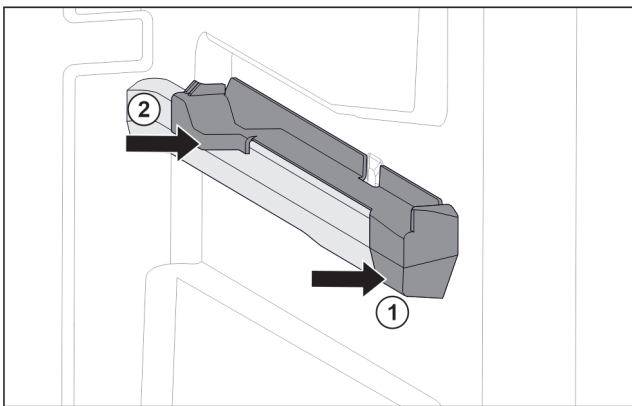

Fig. 119 Наставка върху дясното ребро на съда
- ▶ Поставете наставката отпред към реброто на съда. Fig. 119 (1)
- ▶ Притиснете наставката отзад. Fig. 119 (2)